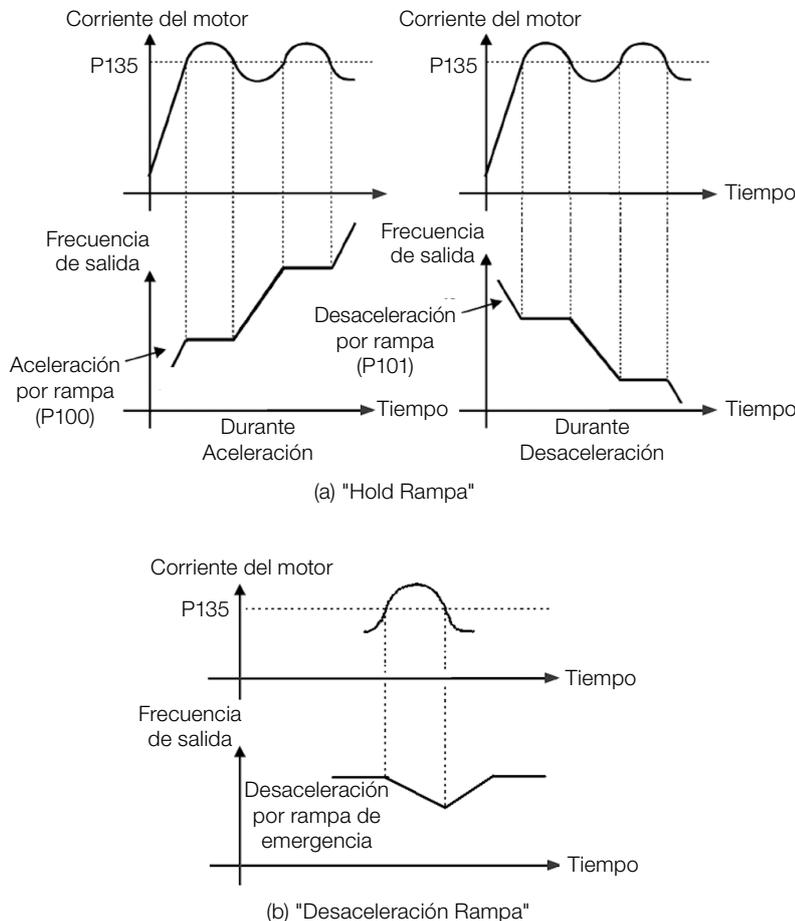

Figura 11.5: Modos de actuación de la Limitación de Corriente vía P135
- Actuación: si la corriente del motor sobrepasa el valor ajustado en P135 durante la aceleración o desaceleración, la frecuencia no será incrementada (aceleración) o disminuida (desaceleración). Cuando la corriente del motor alcance un valor por debajo de P135, el motor volverá a acelerar o desacelerar. Consulte la Figura 11.5 en la página 11-6.
- Actuación: si la corriente del motor sobrepasa el valor ajustado en P135 se fuerza un valor nulo para la entrada de la rampa de frecuencia, forzando la desaceleración del motor. Cuando la corriente del motor alcance un valor por debajo de P135, el motor volverá a acelerar. Consulte la Figura 11.5 en la página 11-6.
Nivel de corriente para activar la Limitación de Corriente para los modos Hold de Rampa y Desacelera Rampa, conforme Figura 11.5 en la página 11-6 (a) y (b), respectivamente. Para deshabilitar la limitación de corriente se debe ajustar el parámetro $P135 > 1,9 \times I_{nom}$.